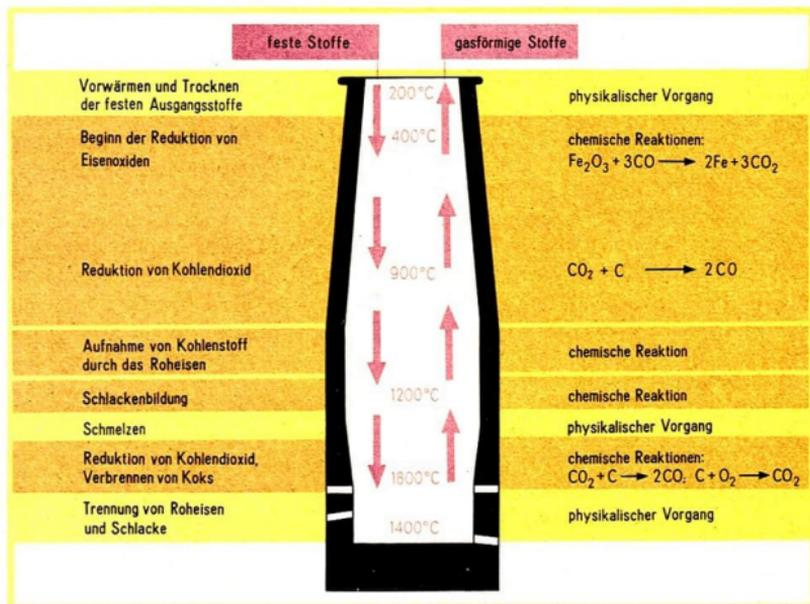

Abb. 63 Im Hochofen laufen chemische Reaktionen und physikalische Vorgänge ab. Es wird das Gegenstromprinzip angewendet.
Von oben wird der Hochofen abwechselnd mit einem Gemisch aus Eisenerz und Zuschlägen sowie mit Koks beschickt, so daß im Innern eine Säule aus festen Stoffen vorhanden ist. Diese Stoffe werden chemisch umgesetzt (Abb. 63). Es entstehen flüssiges Roheisen und flüssige Schlacke. Beide trennen sich auf Grund der unterschiedlichen Dichten im unteren Teil des Hochofens und werden dort entnommen. So kommt es dazu, daß sich die festen Stoffe im Hochofen allmählich infolge der Schwerkraft von oben nach unten bewegen. ①
Im Hochofen bewegen sich feste beziehungsweise flüssige Stoffe und gasförmige Stoffe aufeinander zu. Es wird hier ein weitverbreitetes technisches Prinzip angewendet, das **Gegenstromprinzip** (Abb. 63). Dabei sollen sich die Stoffe möglichst innig berühren.
3 Was geschieht im Hochofen, wenn sich die Stoffe infolge der Anwendung des Gegenstromprinzips berühren? (↗ Abb. 63, S. 91)